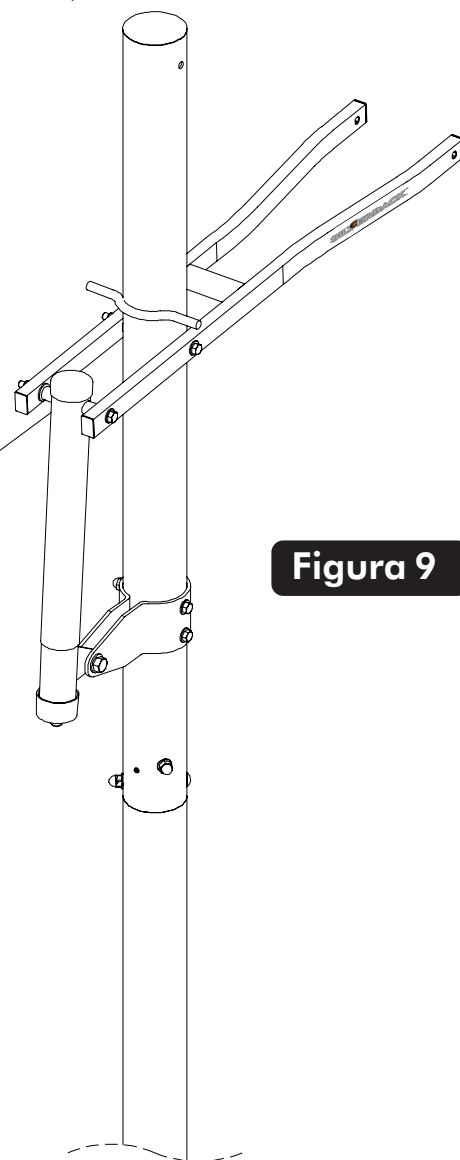

Figura 9
18. Asegure el actuador (#16) a los brazos inferiores (#11) utilizando un tornillo (#22), dos rondanas (#18), dos rondanas de Plástico (#5) y una tuerca de seguridad (#4). Vea la **Figura 9 y el Detalle 3**. Apriete los dos tornillos (#22) pero no sobre apriete. **Los brazos del tablero deben girar libremente.**